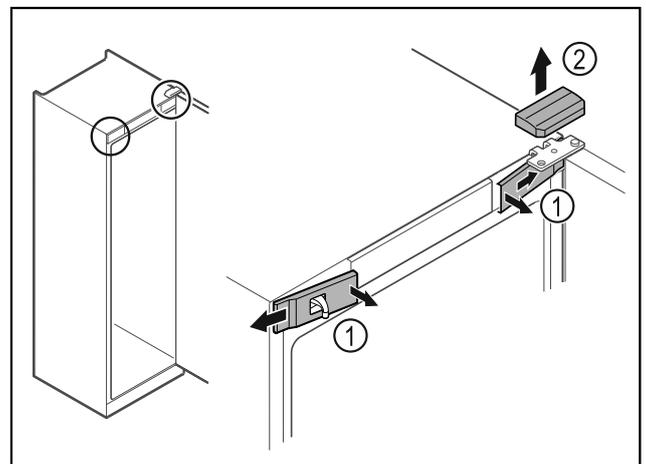

Fig. 10
- ▶ Desensamar las cubiertas delanteras Fig. 10 (1) del interior y dejarlas a un lado.
- ▶ Retirar hacia arriba la cubierta superior Fig. 10 (2).